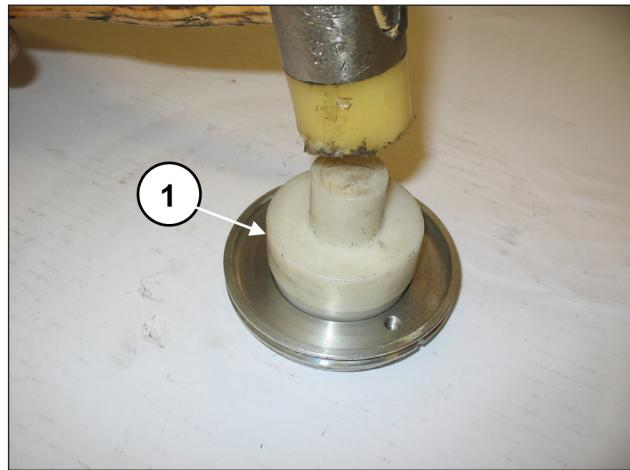

图 93
使用缓冲垫(代码27910900)将径向密封环装配到油封盖(位置①, 图 93)。